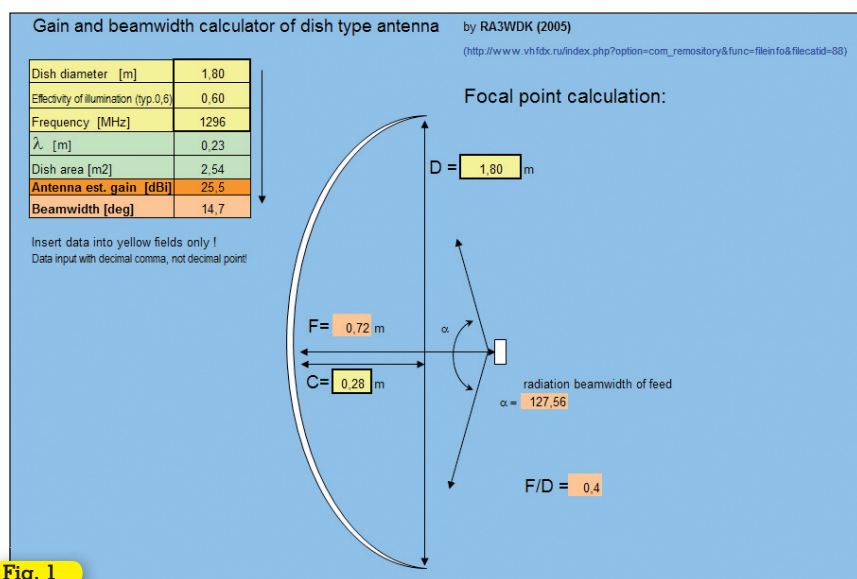

Fig. 1
Allo scopo di poter svolgere alcuni semplici calcoli con riferimento a quanto sopra riportato risulta molto pratico l'utilizzo di un foglio elettronico in Excel predisposto da RA3WDK (fig. 1) che potrete scaricare dal sito (<http://www.ra3wdk.qrz.ru/antenna.htm>). Una volta fissato il rapporto F/D è sufficiente digitare nei rispettivi campi di colore giallo alcuni valori ed ottenere come risultato i dati che ci interessano. Così, conoscendo il diametro (D) del disco, l'efficienza tipica (rendimento) pari a 0,60 e la frequenza di utilizzo, immediatamente ci verrà mostrato quale sarà la sua esatta profondità (C), la distanza del fuoco (F), l'angolo di apertura che dovrà avere l'illuminatore per una corretta illuminazione del disco oltre alla superficie in m² ed il guadagno in dBi della